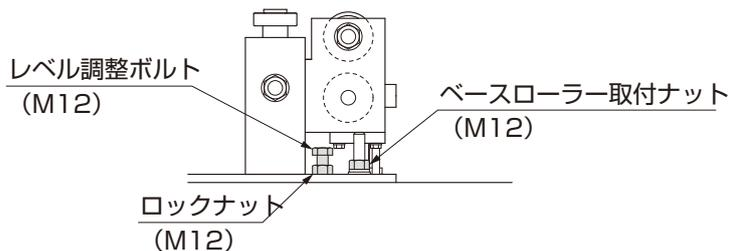

図3-2
- 高さが低い場所の「レベル調整ボルト」を固定している「ロックナット」を緩めて、「レベル調整ボルト」を締め込むとレベルが上がります。(図3-2参照)
②全体の水平を出した後で、「ベースローラー取付ナット」と「ロックナット」を確実に締めて固定してください。(図3-2参照)